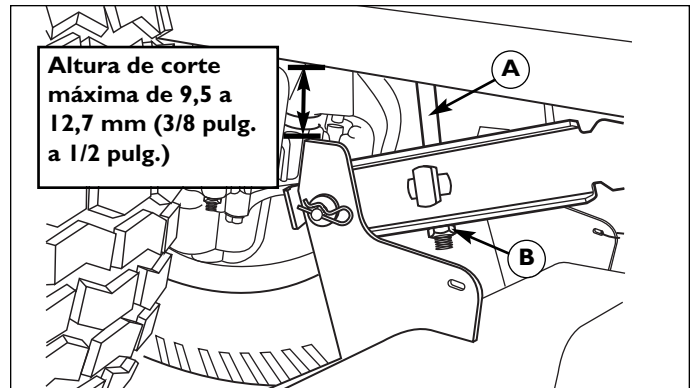

Figura 39. Nivelación del cortacésped lado a lado
5. Gire la tuerca de bloqueo (B, Figura 39) para subir o bajar ese costado del cortacésped.
Nota: La altura de corte máxima en que se puede ajustar el cortacésped es de 9,5 a 12,7 mm (3/8 pulg. a 1/2 pulg.) entre el chasis y el tope superior del cortacésped. Consulte la Figura 39.